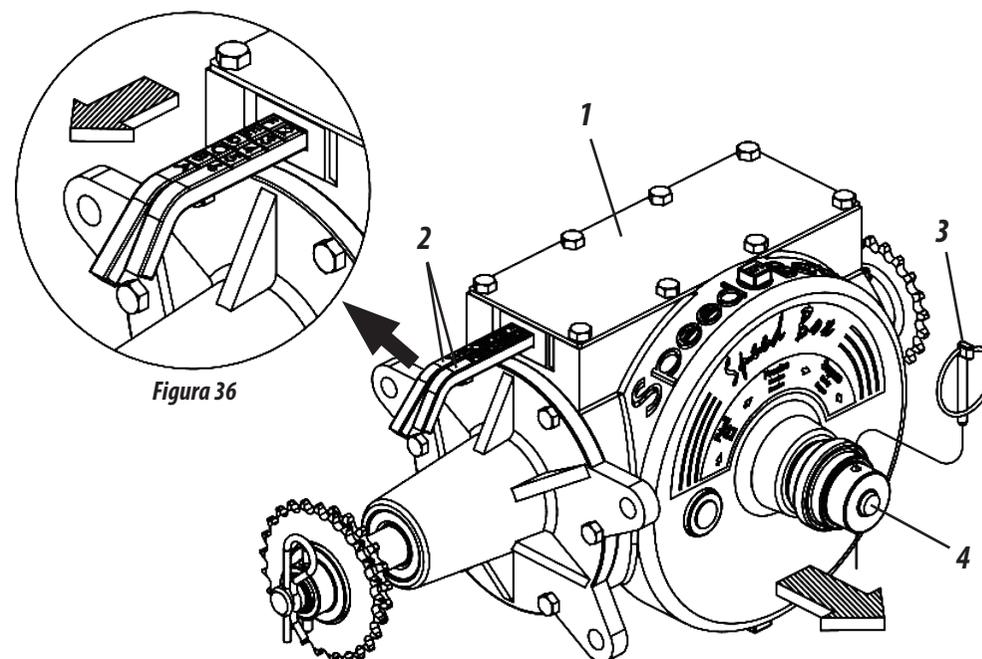

Figura 36
## SPEED BOX (FIGURA 36)
- 1- Selecione a quantidade desejada nas tabelas e verifique a combinação correspondente nas alavancas (2). **Exemplo:** Posição **F2** na tabela, indica que a alavanca com letras deve estar na posição **"F"** e a alavanca com números deve estar na posição **"2"**, conforme mostra a figura 36.
- 2- Para movimentar as alavancas, retire a trava (3), puxe a manopla (4), em seguida, regule as alavancas conforme exemplo acima. Ao terminar a combinação, retorne a manopla (4) e recoloca a trava (3).